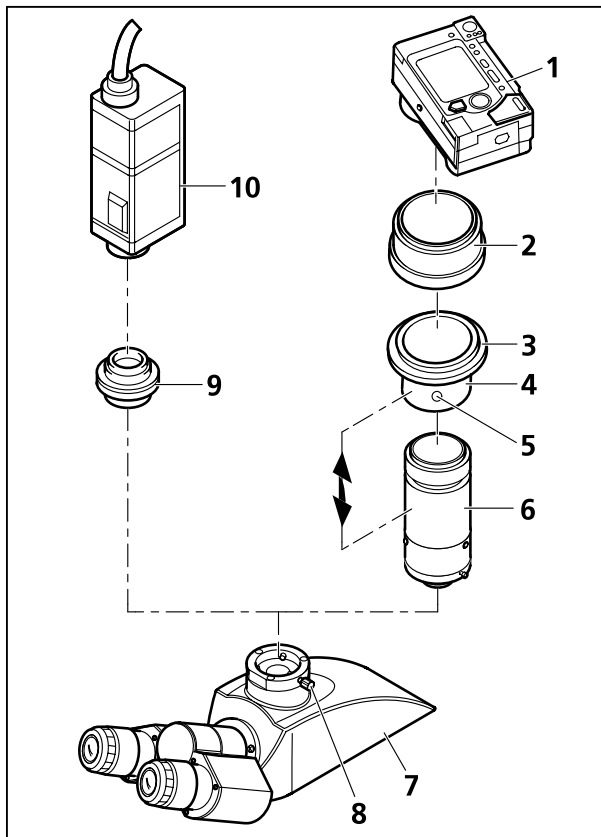

Bild 32 Kamera ansetzen
- Ggf. zuerst Fototubus (Bild 32/7) montieren (siehe Abschnitt 3.5.1).
- Klemmschraube (Bild 32/8) lösen und Staubschutzkappe vom Fototubus abnehmen.
- Schiebefassung (Bild 32/4), Gewindeadapterring M37/52 (Bild 32/3) und Linsefassung (Bild 32/6) werden vormontiert als **Digital Kamera Adapter P95 M37/52x0,75** geliefert. Die nebenstehende Zeichnung zeigt den demontierten Zustand. Fernerhin lässt sich an der Schiebefassung (Bild 32/4) der Gewindeadapterring M37/52 (Bild 32/3) abschrauben (nicht dargestellt), so dass sich nun auch Kameras mit M37 ansetzen lassen.
- Adapterring (Bild 32/2) (im Lieferumfang der Kamera) an Kamera (Bild 32/1) anbringen (siehe Bedienungsanleitung der Kamera).
- Die Einheit, bestehend aus Schiebefassung (Bild 32/4), Gewindeadapterring M37/52 (Bild 32/3) und Linsefassung (Bild 32/6), in den Adapterring (Bild 32/2) einschrauben.
- Kamera mit Adapter bis zum Anschlag in den Fototubus einsetzen, ausrichten und mit Klemmschraube (Bild 32/8) fixieren.
- Je nach Mikroskopausrüstung oder verwendeter Kamera muss möglicherweise der Abstand Kameraobjektiv – Linsefassung (Bild 32/6) optimiert werden (siehe Doppelpfeil). Dies ist insbesondere dann der Fall, wenn sich in keiner Zoom-Stellung des Kameraobjektives ein beschnittsfreies Bild erzielen lässt. Hierzu an der Kamera folgende Einstellungen vornehmen:
- Gewindestift (Bild 32/5) lösen.
- Kameraobjektiv von Weitwinkel (W) nach Tele (T) durchzoomen.
- Gewindestift (Bild 32/5) wieder festziehen.
Kameras mit Gewinde C-Mount werden mit Hilfe der Kamera-Adapter P95-C 2/3" 0,65x oder P95-C 1/2" 0,5x (Bild 32/9) an den Fototubus des Mikroskops angeschlossen.
- Kamera (Bild 32/10) zusammen mit dem passenden Kamera-Adapter (Bild 32/9) bis zum Anschlag in den Fototubus einsetzen, ausrichten und mit Klemmschraube (Bild 32/8) fixieren.